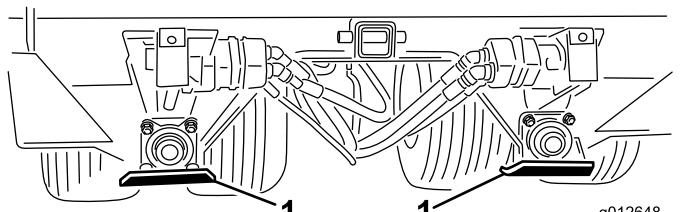

Figure 9
1. Positionnez le patin comme montré à la Figure 9.